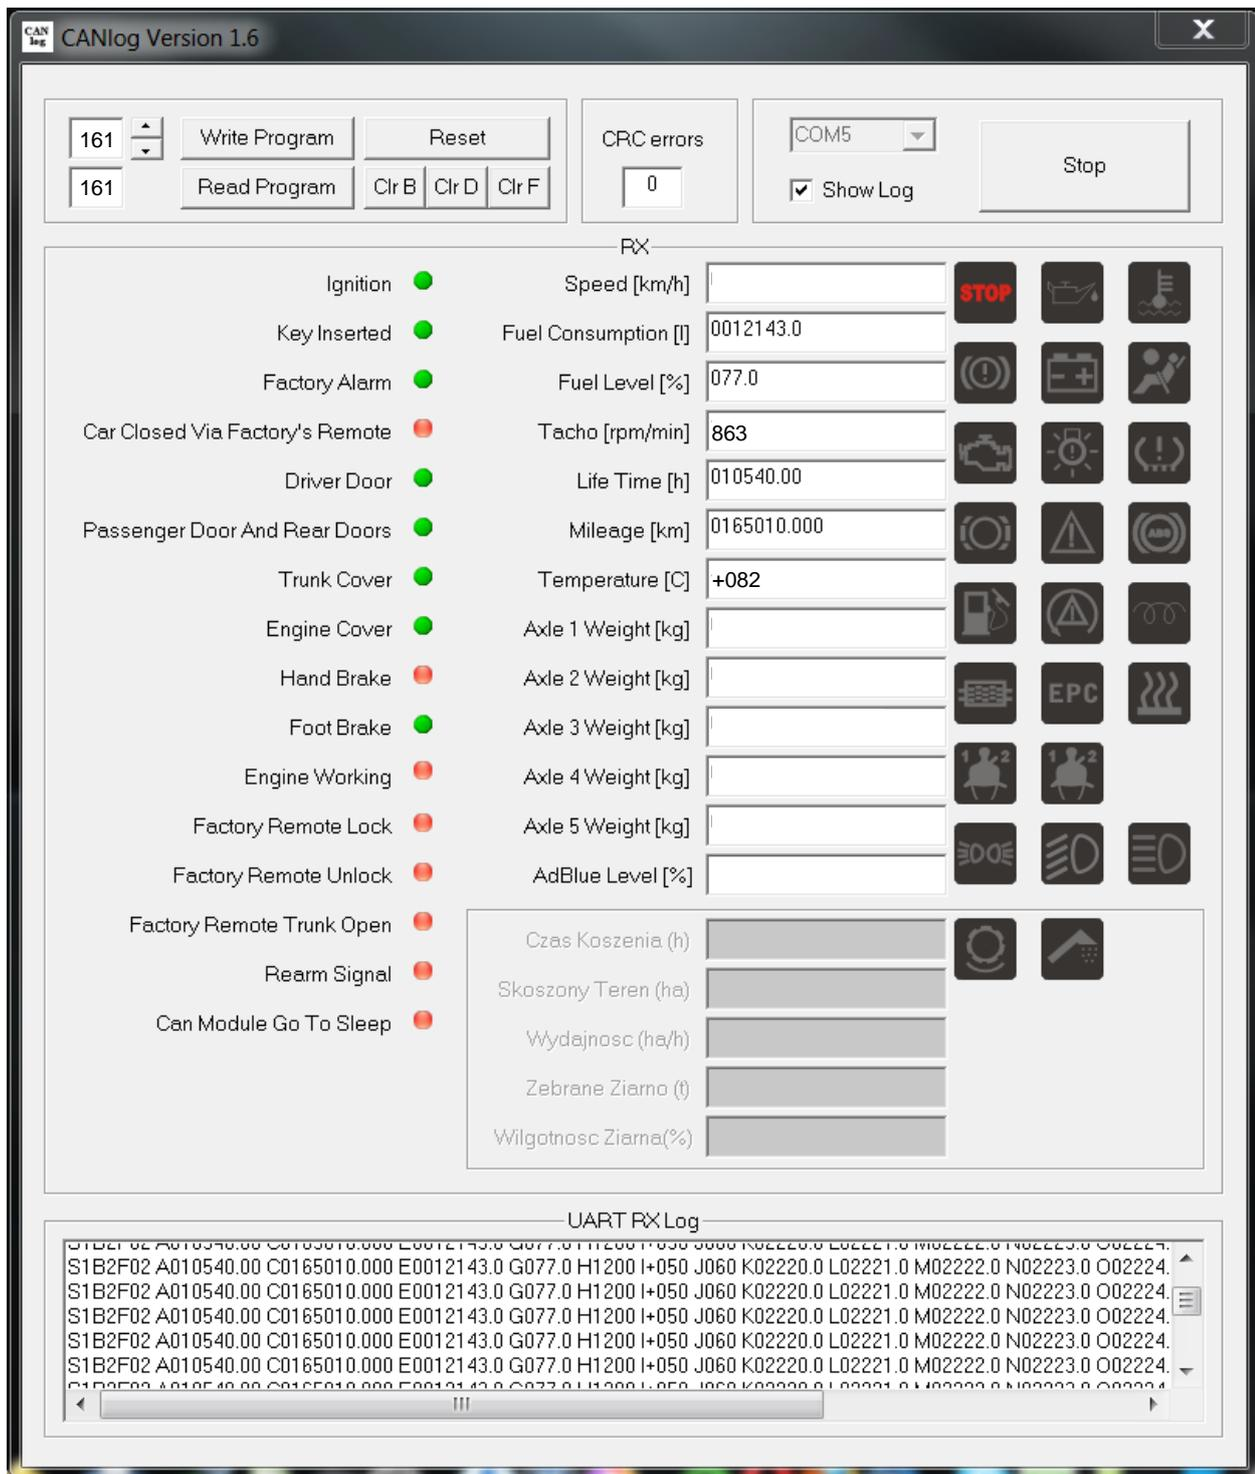

Рис.4
- получаем данные, считываемые с CAN шины автомобиля (см. рисунок 4)